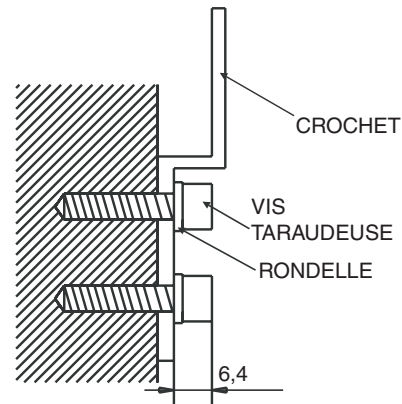

Figure 11 — Montage des crochets au mur
1. Fixez les crochets à l'emplacement spécifié sur le mur en utilisant les vis de montage. Reportez-vous à la fig. 11.